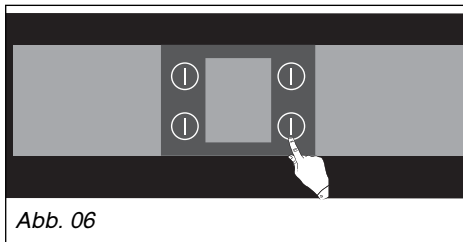

Abb. 06
– Lange auf die Auswahltaste des entsprechenden Kochfelds drücken (Abb. 06).